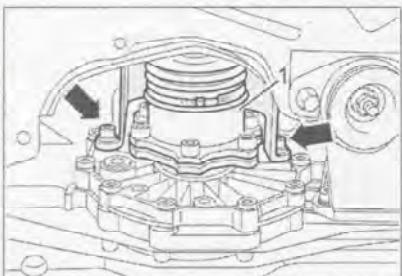
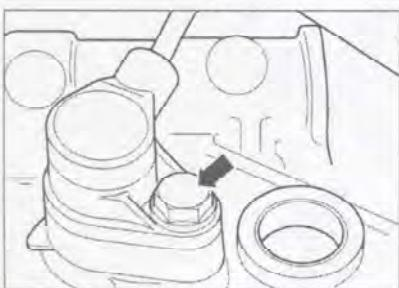

Рис. 7.167. Снимите защитный лист над левой полуосью (1), отвернув три болта (стрелки).
Рис. 7.179. Снимите датчик частоты вращения коленчатого вала (стрелка) с картера сцепления.
4. Снимите защитный лист над левой полуосью (1), отвернув три болта (стрелки) (рис. 7.167). Момент затяжки: 25 Нм.
5. Снимите защитный лист над левой полуосью (1), отвернув три болта (стрелки) (рис. 7.167). **Момент затяжки: 25 Нм.**
6. Отсоедините полуось (1) от фланца приводного вала и подвесьте ее как можно выше.
7. Снимите датчик частоты вращения коленчатого вала (стрелка) с картера сцепления (рис. 7.179). **Момент затяжки: 10 Нм.** Отсоедините разъем проводки датчика.